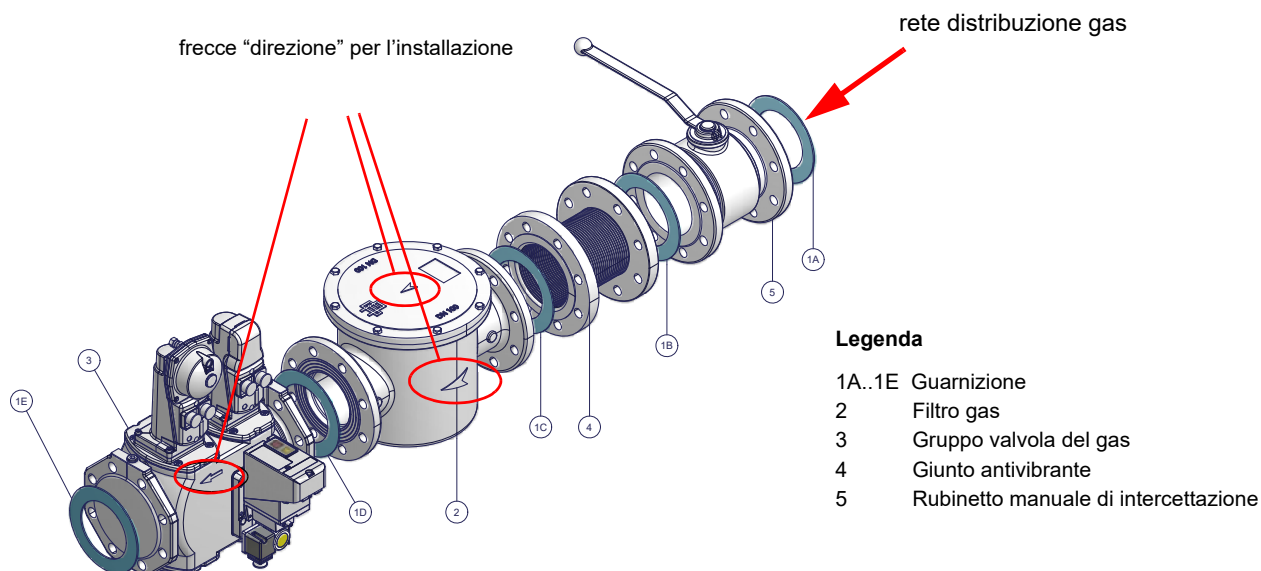

Fig. 2 - Esempio di rampa gas
- 1-b) nel caso di giunti flangiati: interporre tra un componente e l'altro, una guarnizione (n. 1A..1E - Fig. 2) compatibile con il gas utilizzato,
ATTENZIONE: una volta montata la rampa secondo lo schema riportato (Fig. 2), deve essere effettuata la prova di tenuta del circuito gas, secondo le modalità previste dalla normativa vigente.